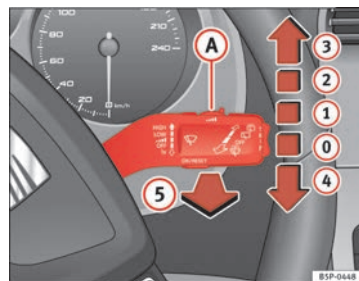

Fig. 85 Palanca del limpia-lavacristales
La palanca del limpiacristales ⇒ fig. 85 tiene las siguientes posiciones:
- Si se detiene el vehículo estando el limpiaparabrisas funcionando en la posición ⇒ página 129, fig. 85  o en la posición , automáticamente comenzará a funcionar en una posición inferior. Si el vehículo reinicia la